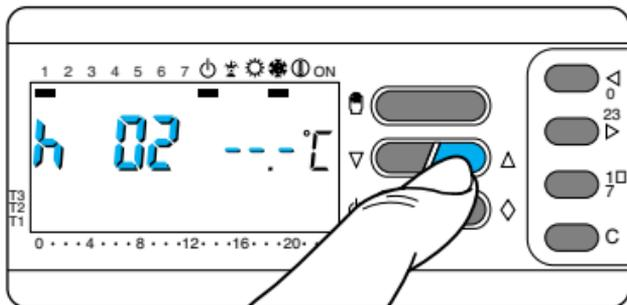

Fig. 70
13.6 - Premere il pulsante ∇ oppure \triangle sino a raggiungere il numero di ore desiderato da 1 a 99 (fig. 70).